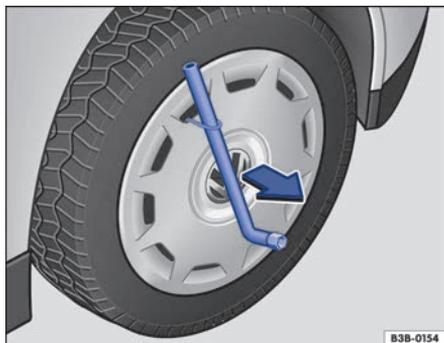

Fig. 214 Desmontar el tapacubos integral.
- Introduzca la llave de rueda por el gancho de alambre → fig. 214 y tire del tapacubos en el sentido de la flecha.